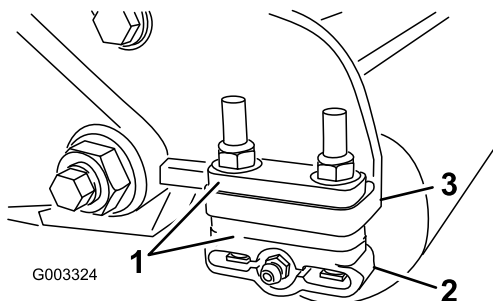

Рисунок 11
1. Отрегулируйте кронштейны заднего валика (Рисунок 11) на необходимый диапазон высоты скашивания путем установки необходимого количества проставок под монтажный фланец боковой пластины (Рисунок 11) в соответствии с Таблица высоты скашивания \(страница 12\).